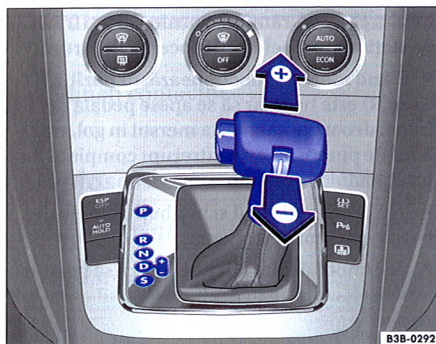

Fig. 119 Imagine din consola centrală: Selectorul de viteze în poziția tiptronic
- Apăsați maneta selectorului în poziția D spre dreapta în poziția "tiptronic" ⇒ fig. 119.